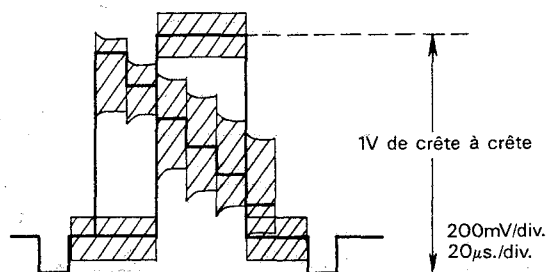

Figure 2-7.
3. Régler R253 (contrôle de niveau E-E) de sorte que la forme d'onde observée soit comme indiqué dans la Figure 2-7.